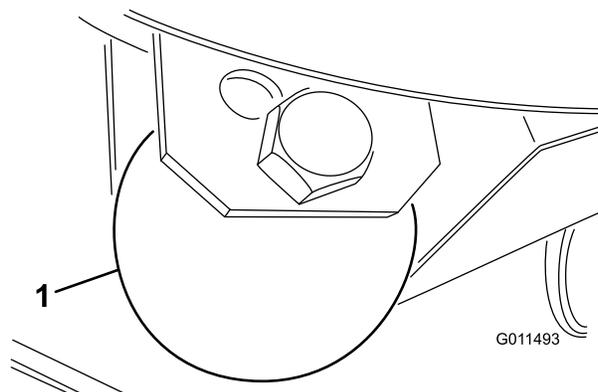

Figura 26
1. Retire el perno y la tuerca que sujetan la rueda niveladora a los soportes de la unidad de corte (Figura 26).